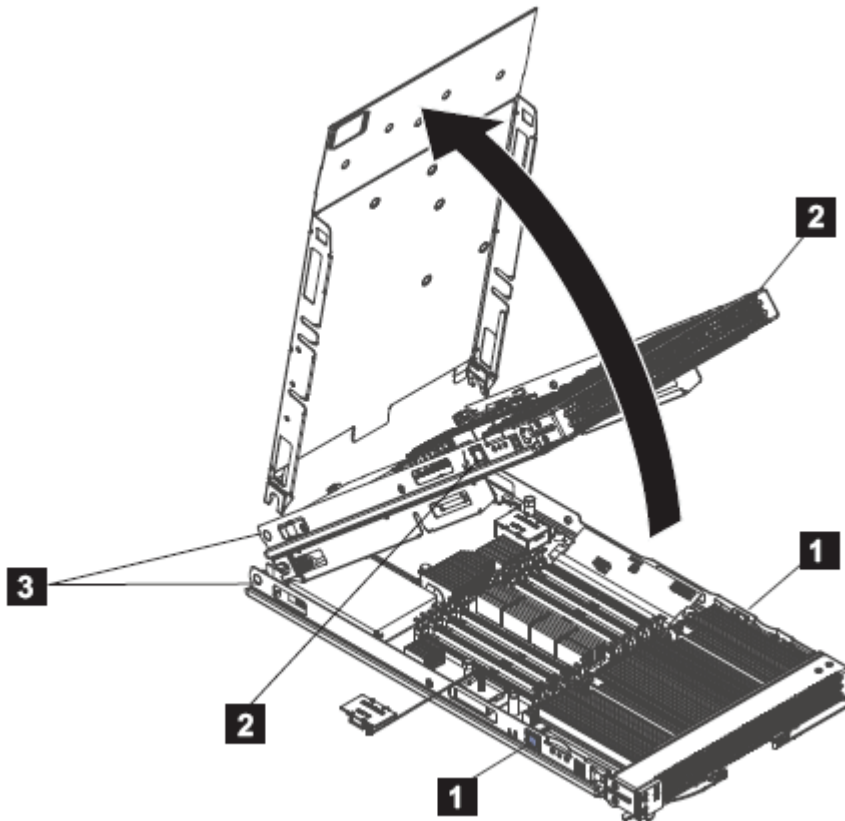

Figure 3-2. Retrait du capot
4. Appuyez sur les taquets de dégagement du capot (voir Figure 3-2, repères **1**) figurant sur chaque côté du serveur lame, faites tourner le capot dans les encoches (**3**), puis placez ce dernier en position ouverte.